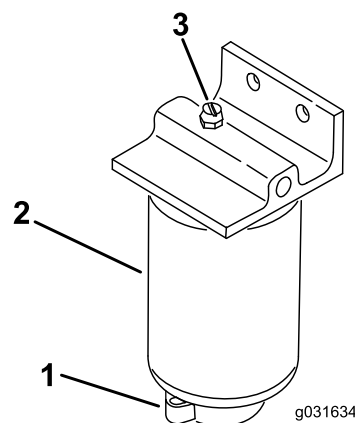

Figure 51
2. Desserrez le robinet de vidange au bas du filtre (Figure 51).
1. Nettoyez la surface de montage du filtre (Figure 51).